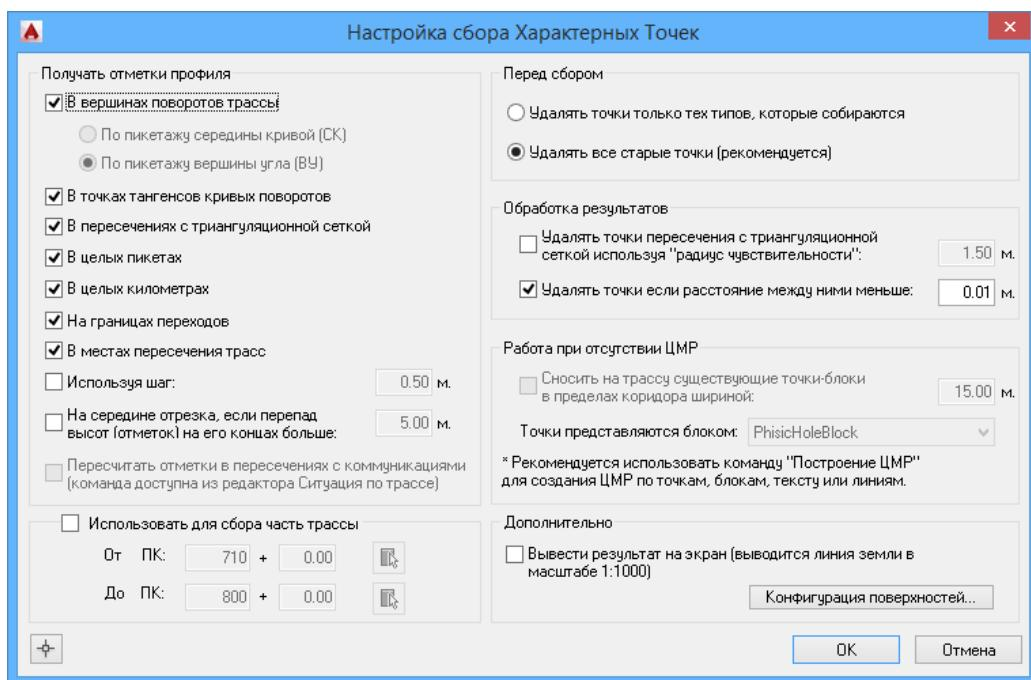

Рис. 63 Сбор характерных точек профиля
2. В диалоговом окне *Настройка сбора профиля* (см. рис. 63) задать нужные параметры:
Перед первым сбором ХТ необходимо выполнить настройку поверхностей, нажав кнопку *Конфигурация поверхностей* в диалоговом окне *Настройка сбора Характерных Точек* (см. рис. 63) или воспользоваться командой *Конфигурация ЦМР* см.рис. 64.